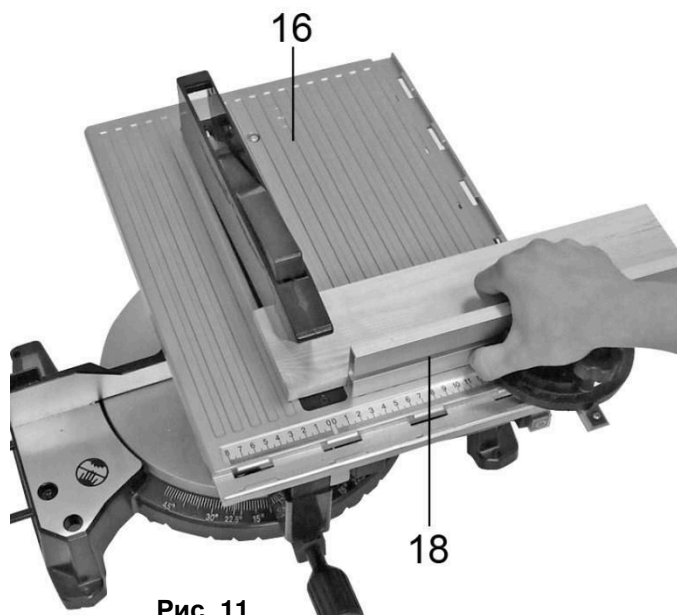

Рис. 11
- Для продольного пиления установите направляющий упор (18) на передний паз распиловочного стола (16) (См. Рис. 11) параллельно пильному диску.